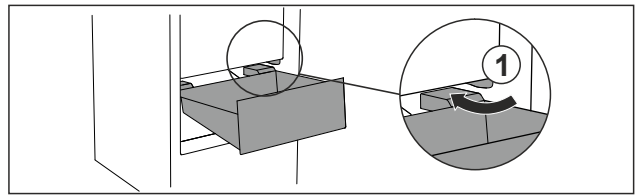

Fig. 70
- ▶ Schubfach schräg um die Stopper Fig. 70 (1) herumführen.